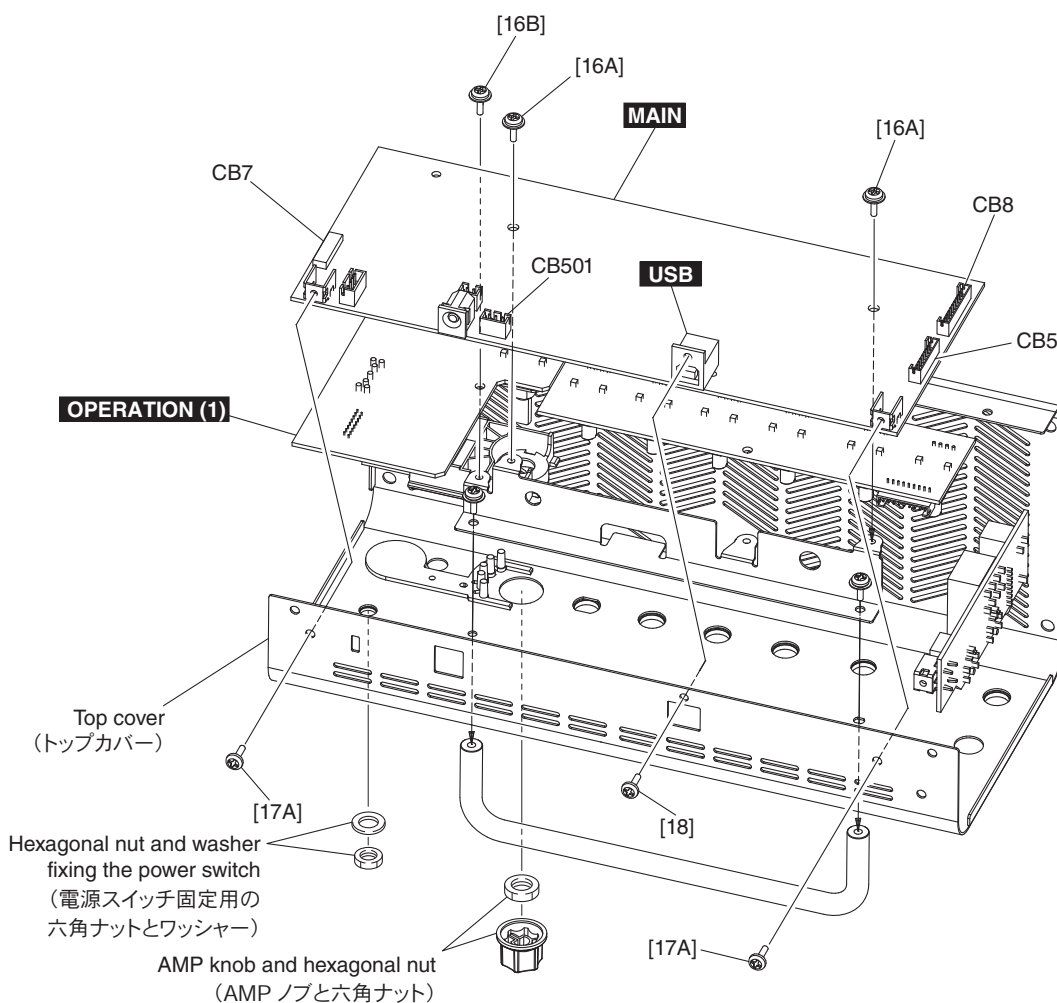
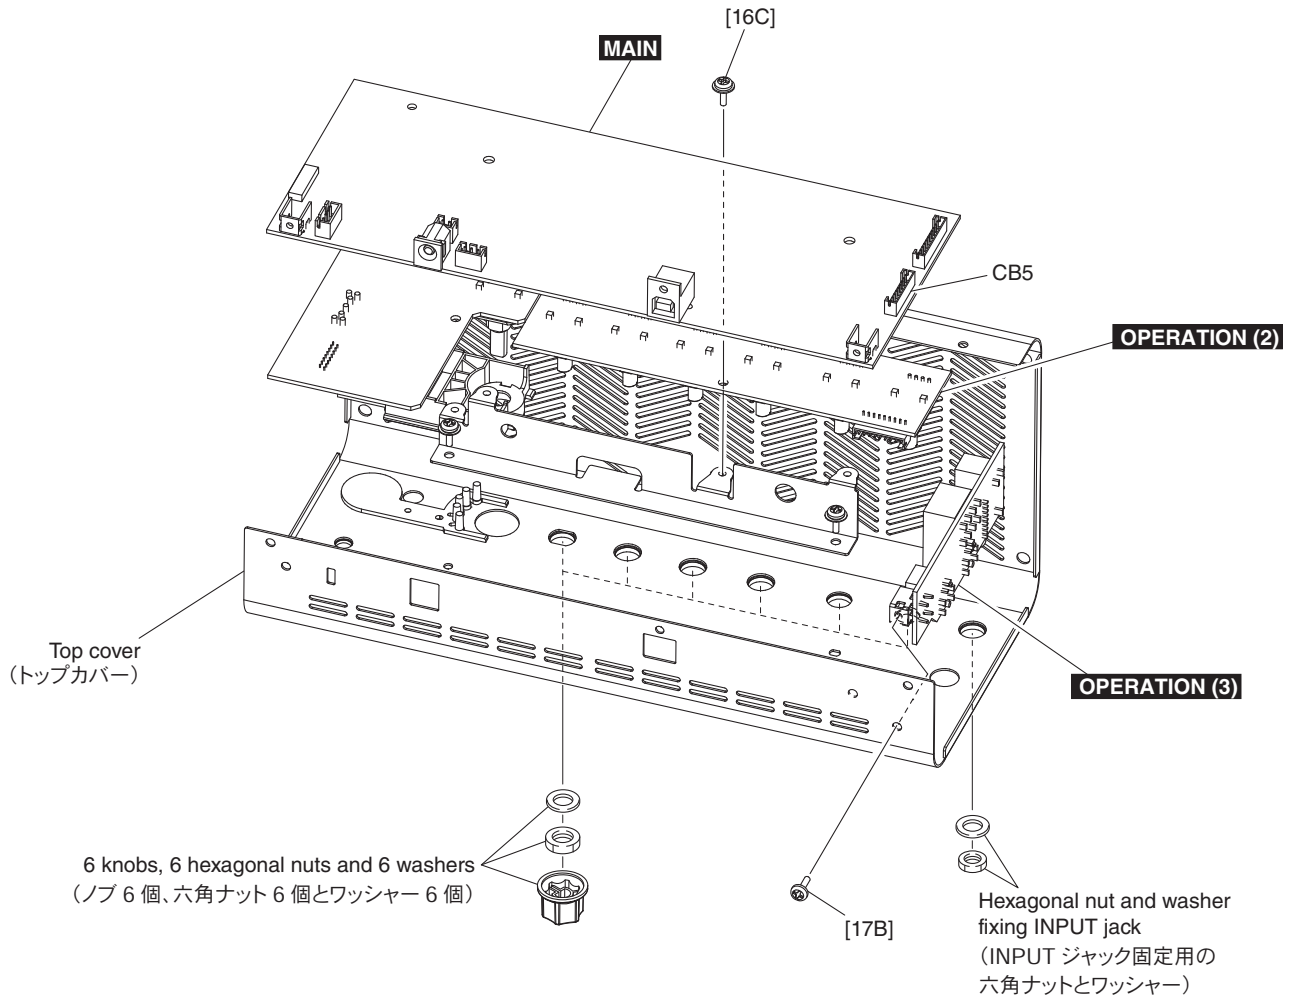

Fig. 3 (図 3)
Fig. 4 (図 4)
- 2-2 Remove the two (2) screws marked [16A], the two (2) screws marked [17A] and the screw marked [18]. The MAIN circuit board can then be removed. (Fig. 3)
- 2-3 Disconnect the flexible flat cable and the three (3) connector assemblies from CB7, CB5, CB8 and CB501 on the MAIN circuit board. (Fig. 3)
3. OPERATION (1) Circuit Board (Time required: About 5 minutes)
- 3-4 Remove the screw marked [16B]. The OPERATION (1) circuit board can then be removed. (Fig. 3)
- 2-2 [16A] のネジ 2 本、[17A] のネジ 2 本、[18] のネジを外し、MAIN シートを外します。(図 3)
- 2-3 MAIN シートの CB7、CB5、CB8、CB501 からカード電線と 3 つの束線を外します。(図 3)
3. OPERATION (1) シート (所要時間: 約 5 分)
- 3-4 [16B] のネジを外し、OPERATION (1) シートを外します。(図 3)
4. OPERATION (2) Circuit Board (Time required: About 5 minutes)
- 4-3 Remove the six (6) knobs, six (6) hexagonal nuts and six (6) washers underneath each knob. (Fig. 4)
- 4-4 Remove the screw marked [16C]. The OPERATION (2) circuit board can then be removed. (Fig. 3)
5. OPERATION (3) Circuit Board (Time required: About 3 minutes)
- 5-2 Remove the hexagonal nut and washer fixing INPUT jack, and screw marked [17B]. The OPERATION (3) circuit board can then be removed. (Fig. 3, 4)
- 5-3 Disconnect the connector assembly from CB5 on the MAIN circuit board. (Fig. 3)
4. OPERATION (2) シート (所要時間 : 約 5 分)
- 4-3 ノブ 6 個、各ノブの下の六角ナット 6 個とワッシャー 6 個を外します。(図 4)
- 4-4 [16C] のネジを外し、OPERATION (2) シートを外します。(図 3)
5. OPERATION (3) シート (所要時間 : 約 3 分)
- 5-2 INPUT ジャック固定用の六角ナットとワッシャー、[17B] のネジを外し、OPERATION (3) シートを外します。(図 3、4)
- 5-3 MAIN シートの CB5 から束線を外します。(図 3)